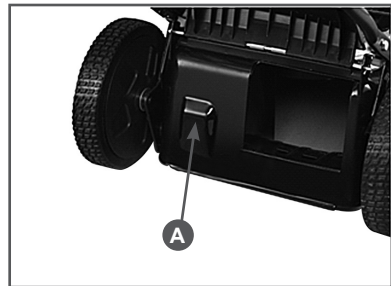

Рис. 6 Задний выброс травы
2. Опустить заднюю крышку деки. На задней части деки есть выступ (Рис.6), который обеспечивает зазор между декой и крышкой, позволяющий выбрасывать траву назад.